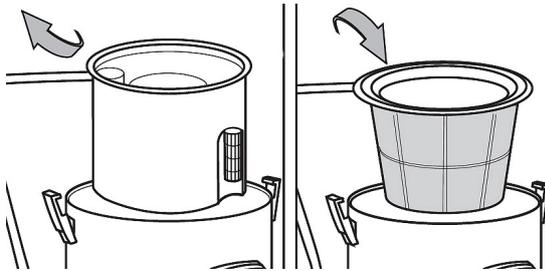

Fig.4: Instalación del filtro
Paso 2: Retire el tanque con la válvula de líquido D fig.4 (si presente) e inserte el filtro B en el tanque. (Figura 4)